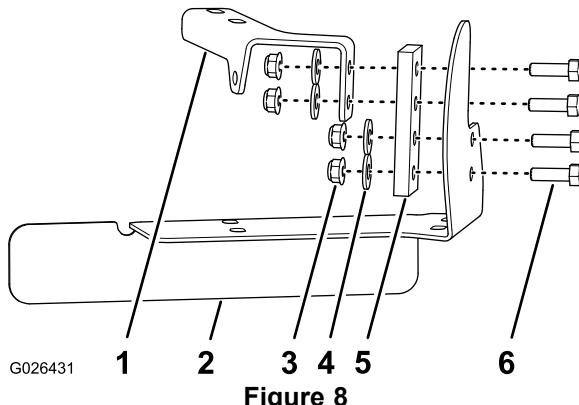

Figure 8
1. Alignez 2 des trous de la patte de suspension et les 2 trous du support de silencieux, comme montré à la Figure 8.
2. Assemblez la patte de suspension du tuyau d'échappement sur le support du silencieux au moyen de 2 boulons (5/16 x 1 po), 2 rondelles et 2 contre-écrous à embase (Figure 8).
- Alignez les 2 trous restants de la patte de suspension et les 2 trous du support de tuyau arrière, comme montré à la Figure 8.
- Assemblez la patte de suspension du tuyau d'échappement sur le support du tuyau arrière au moyen de 2 boulons (5/16 x 1 po), 2 rondelles et 2 contre-écrous à embase (Figure 8).